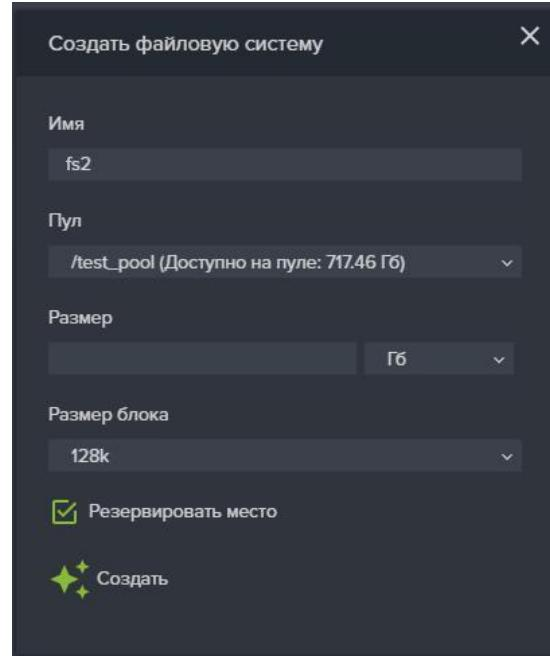

Рисунок 58. Окно создание файловой системы
- Нажмите на кнопку «Создать файловую систему», откроется одноименное окно (см. Рисунок 58);